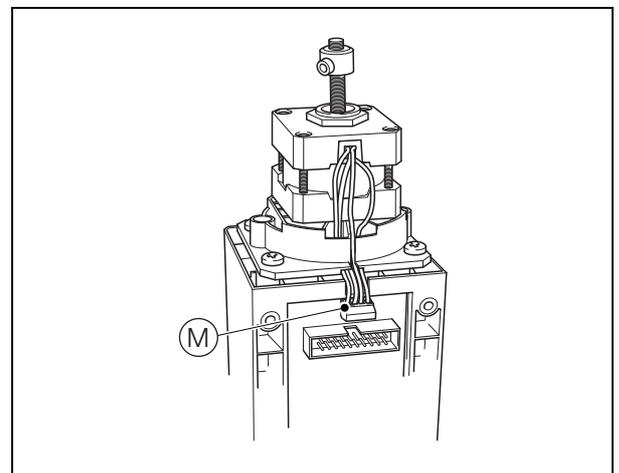
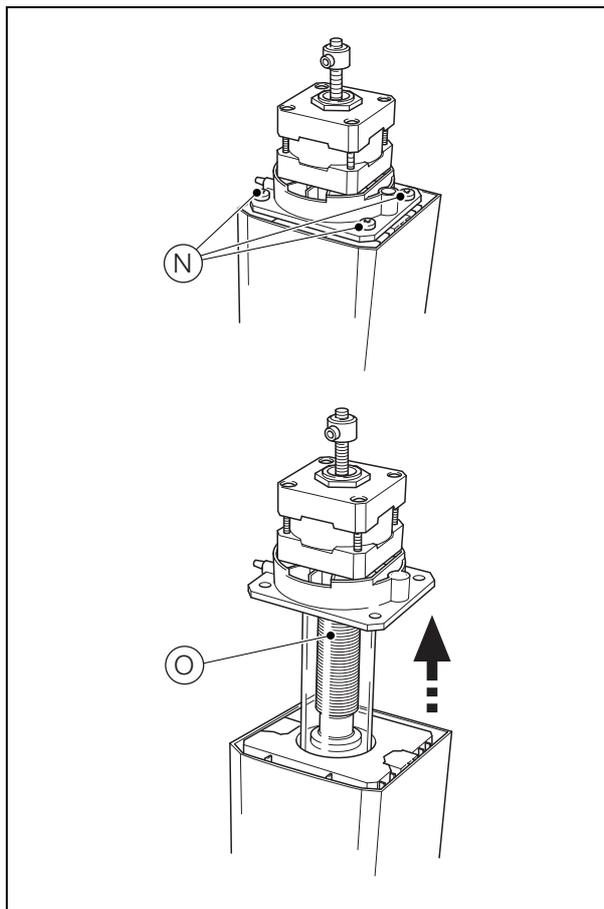

Abb. 13.13 Ausstecken des Motors
Abb. 13.14 Ausbauen von Motor und Probenrohr
6. Ziehen Sie wie in Abb. 13.13 gezeigt den Motoranschlussstecker (M) ab.
7. Entfernen Sie wie in Abb. 13.14 gezeigt die vier Schrauben (N), und nehmen Sie den Motor und das Probenrohr (O) aus der unteren Hälfte der Messzelle heraus.
9. Setzen Sie wie in Abb. 13.14 gezeigt den Motor und das Probenrohr (O) wieder in das Unterteil der Messzelle ein. Achten Sie dabei darauf, dass der Motoranschlussstecker auf die Buchse ausgerichtet ist (siehe (M) in Abb. 13.13). Befestigen Sie die Motormontageplatte mit den vier Schrauben (N) am Unterteil der Messzelle.
10. Schließen Sie wie in Abb. 13.13 gezeigt den Motoranschlussstecker (M) wieder an.